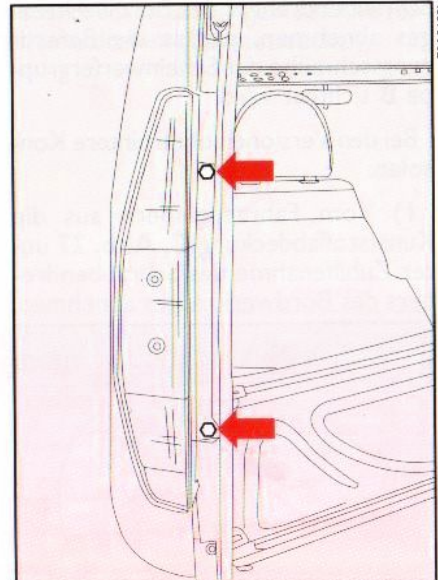

Abb. 29
4) Nachdem die Befestigungsschraube herausgenommen wurde, die äußeren Befestigungsschrauben der Scheinwerfergruppe, wie in **Abb. 29** gezeigt, lösen.